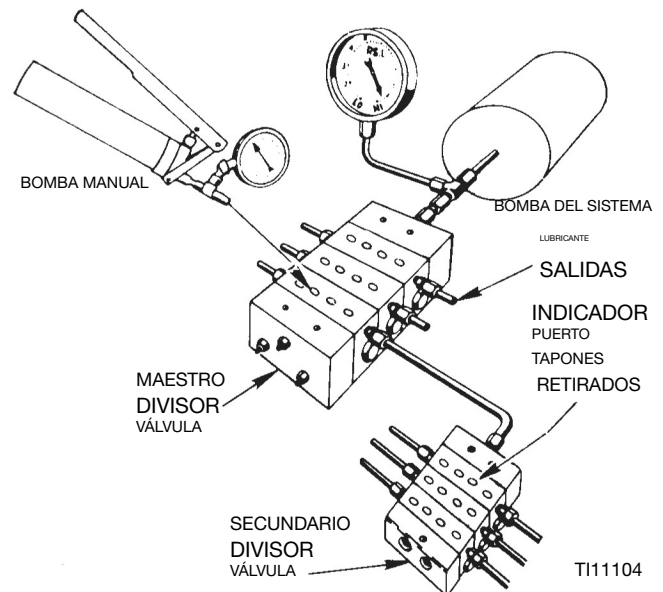

FIG. 13
5. Si durante el paso 4 se indica un atasco aguas abajo de la válvula divisora maestra, instale una bomba manual en el puerto indicador de la válvula divisora maestra que corresponda a la zona bloqueada. (Véase la FIG. 13)